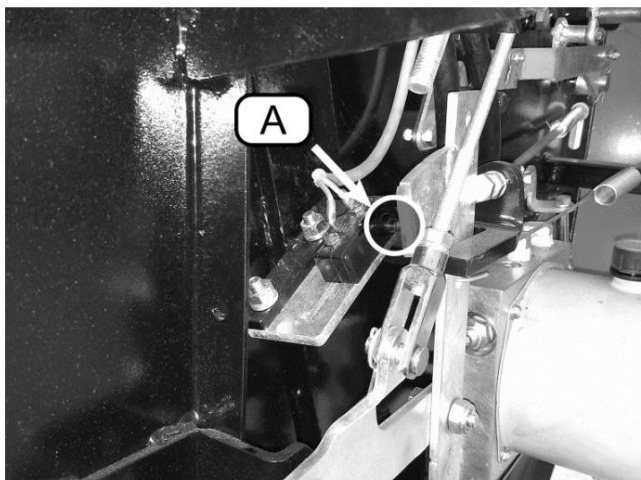

Figura 9 Partea dreaptă a preseii
Senzorul de densitate (Figura 9, A) poate fi poziționat mai aproape sau mai departe de declanșatorul (B) pentru a varia densitatea balotului. Consultați Secțiunea 4.1.4 pentru detalii.